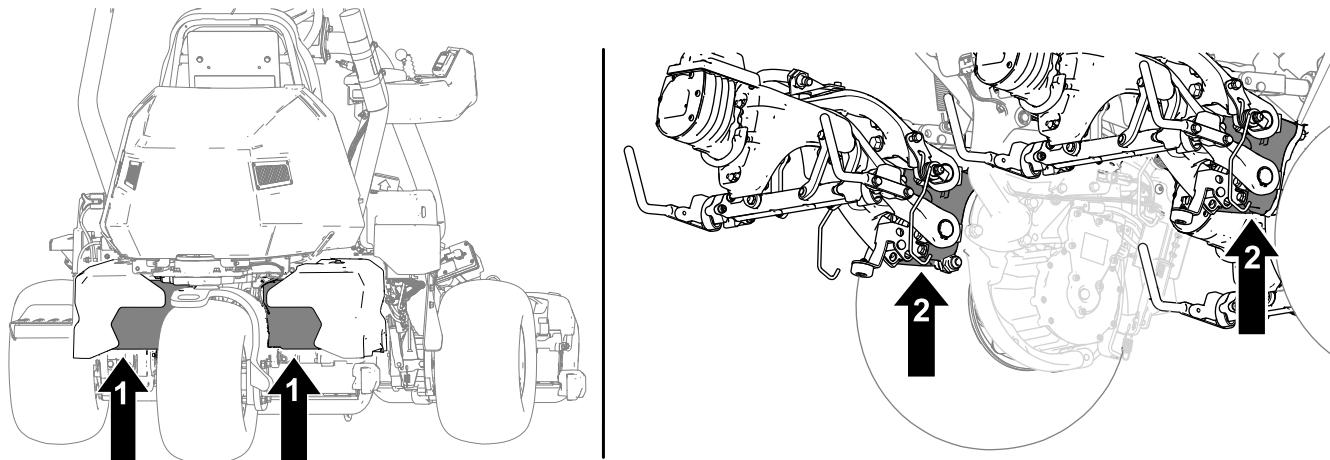

Figure 35
2. Après avoir levé la machine, placez des chandelles aux emplacement suivants pour soutenir la machine (Figure 35) :